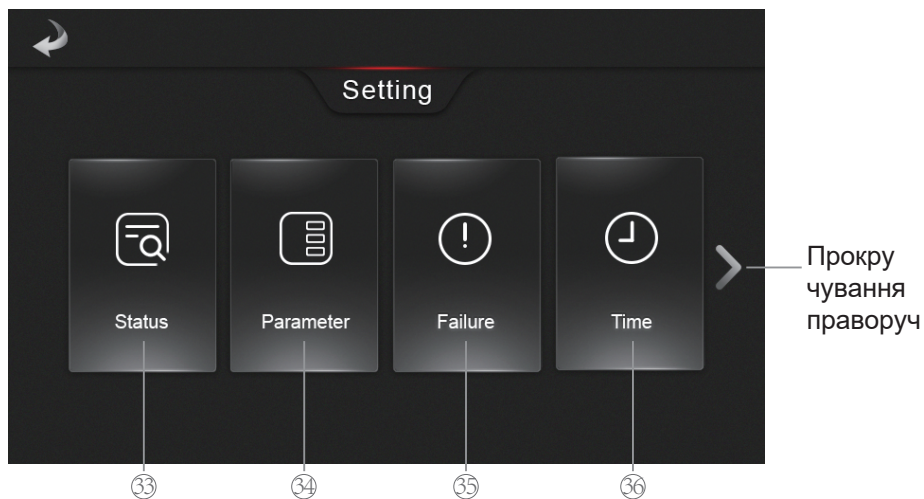
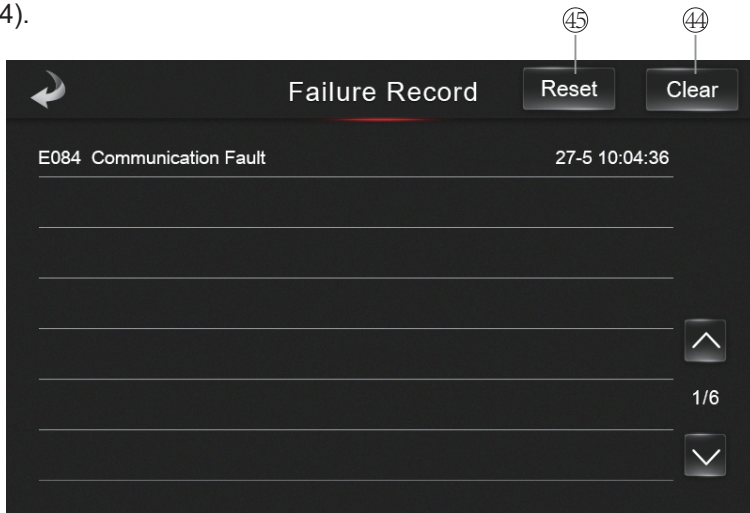
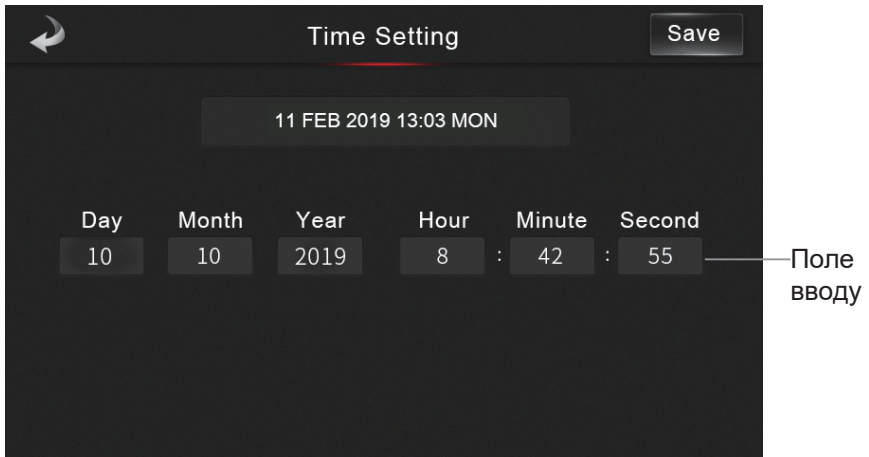

Рис. 9 Інтерфейс налаштувань
Рис.14 Інтерфейс запису помилок
Рис.16 Інтерфейс налаштування часу
У головному інтерфейсі натисніть кнопку налаштування⑥, щоб перейти до інтерфейсу налаштування (рис. 9).
В інтерфейсі налаштувань (рис. 9) натисніть кнопку «Стан», щоб перейти до інтерфейсу «Стан».
Коли виникає збій, значок ❶ блимає в головному інтерфейсі. В інтерфейсі налаштувань (рис. 9) натисніть кнопку Failure (35), щоб перейти до інтерфейсу Failure Record для запиту поточних записів про несправності (рис. 14).
3) В інтерфейсі Failure Record (рис. 14) натисніть (44), щоб увійти в інтерфейс видалення всіх записів про несправності (рис. 15-1).
4) В інтерфейсі Failure Record (рис.14) натисніть (45), щоб увійти до відновлення, тричі, щоб заблокувати інтерфейс (рис.15-2).
В інтерфейсі налаштувань (рис. 9) натисніть кнопку «Time» (36), щоб перейти до інтерфейсу налаштувань часу (рис. 16), клацніть поле введення та введіть час, натисніть « Save », щоб зберегти налаштування.